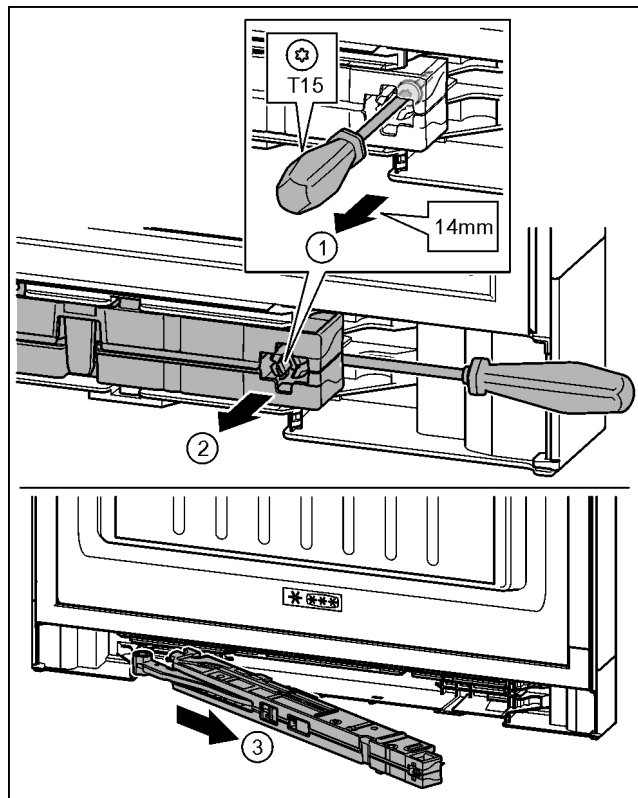

Fig. 17
- ▶ Ослабить винт на узле амортизатора с помощью отвертки T15 примерно на 14 мм. Fig. 17 (1)
- ▶ Переместить отвертку со стороны ручки за узел амортизатора. Повернуть узел вперед. Fig. 17 (2)
- ▶ Вытащить узел амортизатора. Fig. 17 (3)